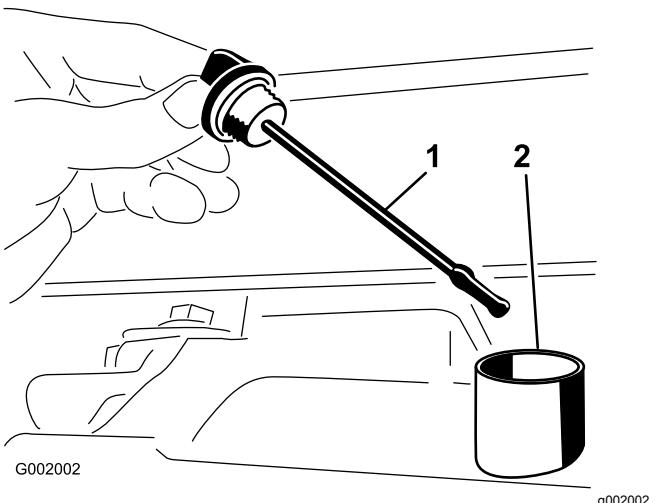

Figure 49
2. Retirez la jauge de la boîte-pont et essuyez-la sur un chiffon propre (Figure 49).